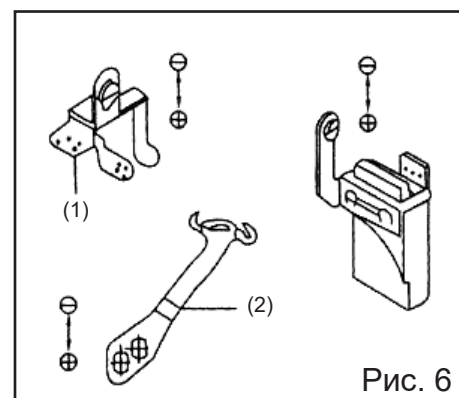

Рис. 6
2. Регулировка игольной нити (Рис. 6)
• Для выполнения швов типов 504, 512 и 514 передвиньте нитеводители (1) и (2) в крайнее нижнее положение. Передвиньте эти нитеводители в крайнее верхнее положение для выполнения швов типов 503 и 505.